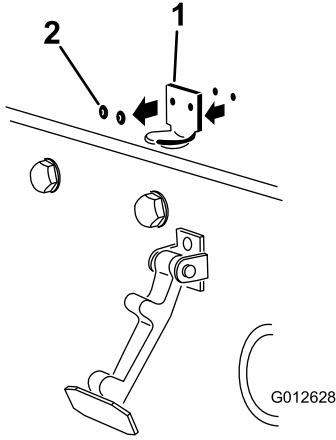

图 4
2. 卸下将机罩门锁支架固定至机罩的 2 个铆钉 (图 4)。